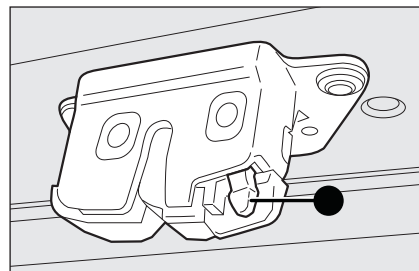

fig. 72
- ☐ druk in de bagageruimte op het hendeltje **A-fig. 72** en open de achterklep.